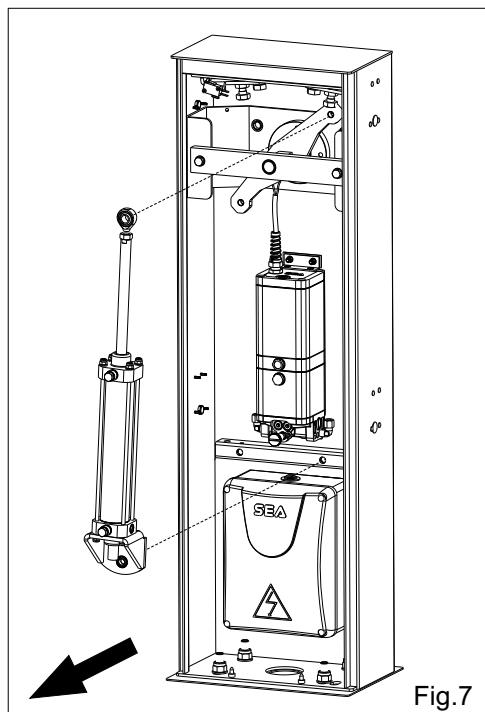
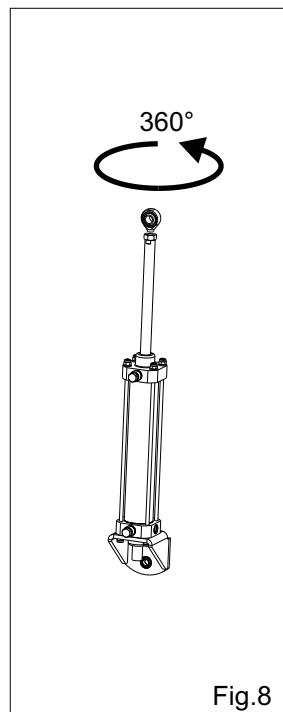

Fig.7
Fig.8
Si la barrière est avec ouverture à droit il faut échanger le piston de droite à gauche (Fig.7 e 9) en tournant le piston sur lui-même de 360 ° (Fig.8).
N.B.: Avant d'inverser le piston desserrer de demi tour les deux raccordements des tuyaux de liaison entre centrale hydraulique et piston hydraulique pour faciliter l'inversion (seulement sur la centrale) comme Fig. 7, en faisant attention à ne pas provoquer des goulets d'étranglement sur les tuyaux (non visible sur les figures).